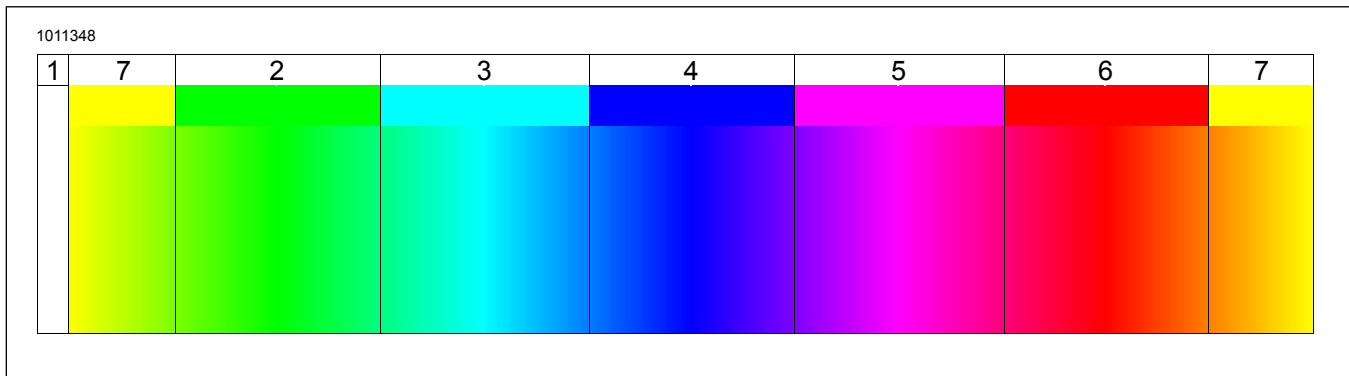

Figura 4. Espectro de cores
- Ver a Figura 4. Estão disponíveis sete zonas de cores predefinidas. Cada uma com um número de tons: